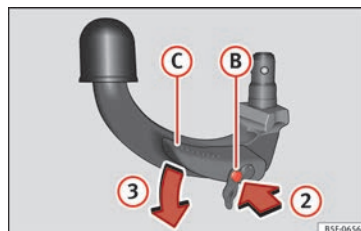

Fig. 224 Passaggio 2
- Premere il perno di sblocco ⑨ nel senso della freccia ② e, al contempo, spingere fino in fondo la leva ⑦ nel senso della freccia ③ »» **fig. 224**.